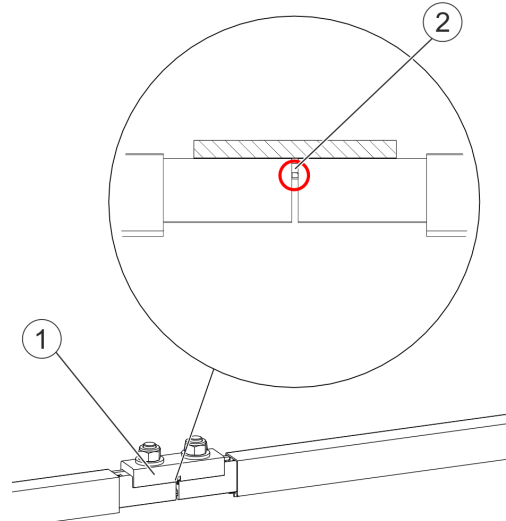

Abb. 77: Verbinder mit Kerbe (Pos. 2) – auf beide Stromschieneenden geschoben
- Die Stromschiene des zweiten Schienenendes bis zur Kerbe (Pos. 2) des Verbinders schieben (siehe Abb. 77).